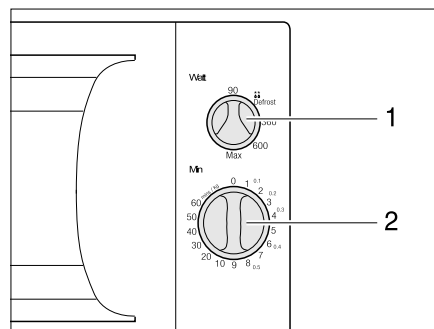

Bild 131 Bedienelemente für Mikrowellengerät
- Am Drehregler (Bild 131,1) Leistung wählen.
- Am Drehregler (Bild 131,2) Garzeit wählen. Der Garvorgang beginnt.